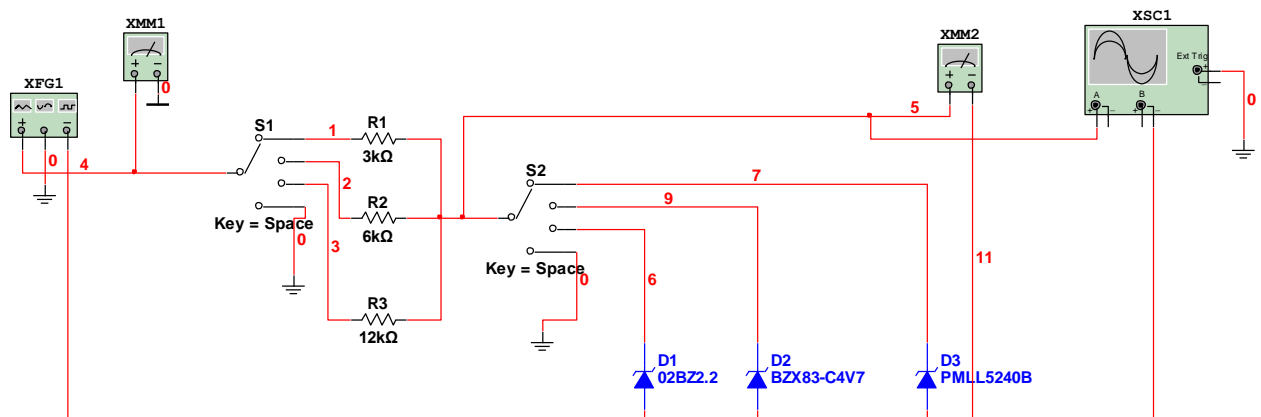

Рисунок 6.1 – Схема моделі параметричного стабілізатора на кремнієвому стабілітроні
1. Скласти схему дослідження параметричного стабілізатора напруг (рис. 6.1), або використати готову модель, надану викладачем.